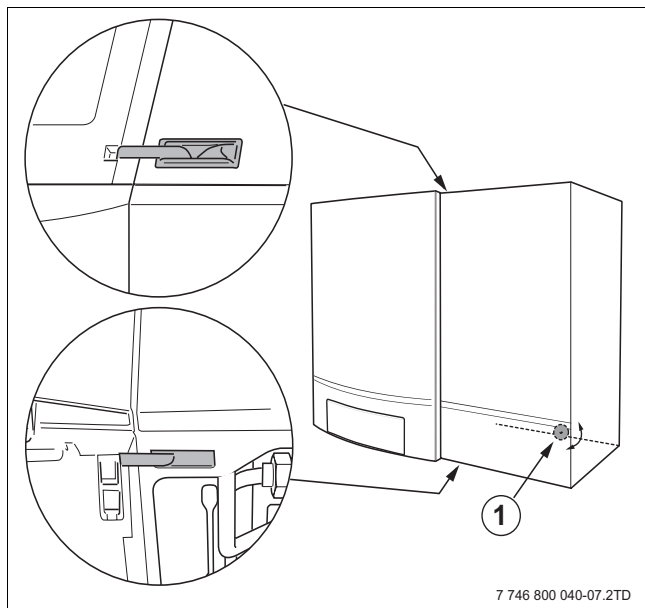

Bild 17 Stäng snabblåsen
- Placera snabblåsen i gaspannans fördjupningar (→ bild 17, förstoringarna).